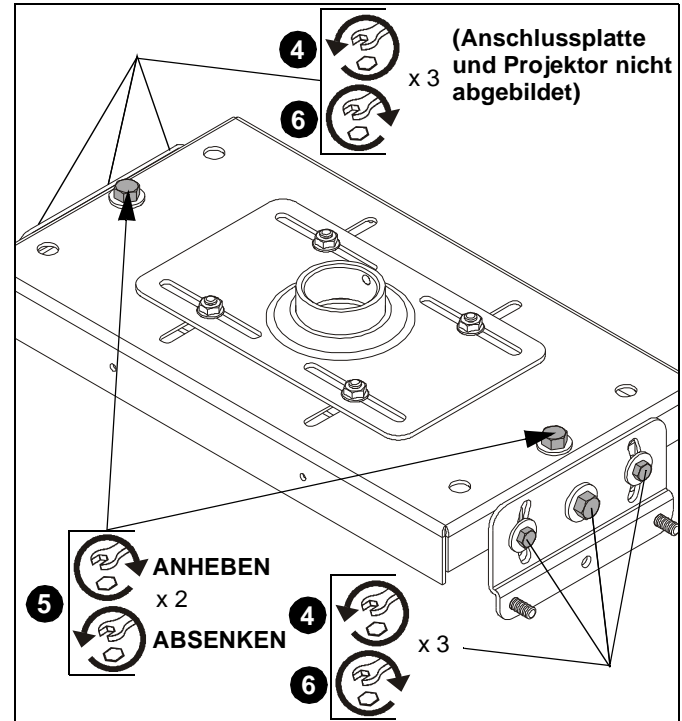

Abb. 5
**Querneigungswinkel (horizontale Neigung) (Siehe Abb. 5)**